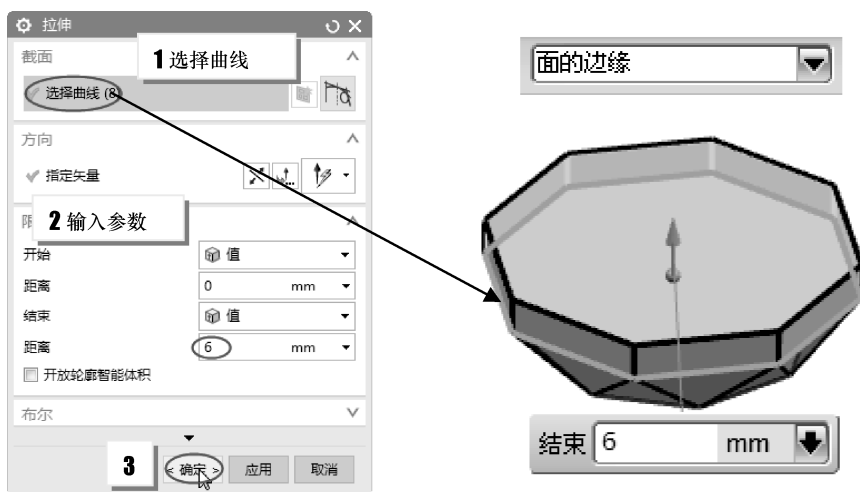

图 5-53 创建拉伸特征
- 08 单击【拉伸】按钮, 弹出【拉伸】对话框。选择曲线规则为【面的边缘】, 选择底部面作为拉伸的对象。在【距离】数值框输入拉伸高度为 6, 操作步骤如图 5-53 所示。单击【确定】按钮, 退出【拉伸】对话框。